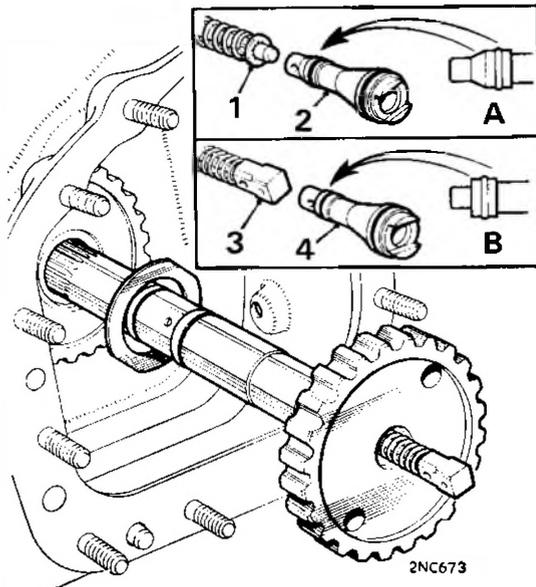

Fig. Fa. 9
10. Sfilare l'albero di uscita in avanti e togliere la valvola di arresto della retromarcia che va contrassegnato per facilitare l'operazione di montaggio. La trasmissione del modello Mk. II è dotata di valvola di arresto con pattino di spinta in bronzo (vedi figura Fa. 9) ed un nuovo tipo di pistoncino per valvola con sede quadrata. Questi sono intercambiabili solo in coppia e si consiglia la sostituzione con modello più recente quando si esegue il riassetto della trasmissione.
30. Installare l'albero di uscita in avanti, unitamente alla relativa rosetta bimetallica (vedi figura Fa. 9) attraverso il complessivo dell'ingranaggio di uscita. Assicurarsi che il giusto tipo di valvole di arresto della retromarcia sia sito sul terminale dell'albero (vedi punto 10) e che gli anelli sull'albero siano in ottime condizioni.